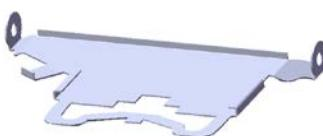
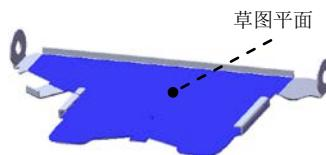

图 6.53 切除一拉伸 5
图 6.54 草图平面
Step21. 创建图 6.53 所示的切除一拉伸 5。
(1) 选择命令。选择下拉菜单 **插入(I)** → **切除(C)** → **拉伸(E)...** 命令。
(2) 定义特征的横断面草图。
① 定义草图平面。选取图 6.54 所示的模型表面作为草图平面。